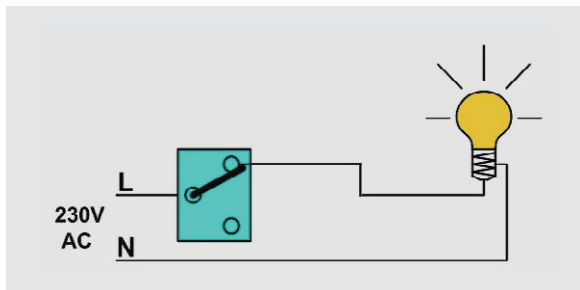
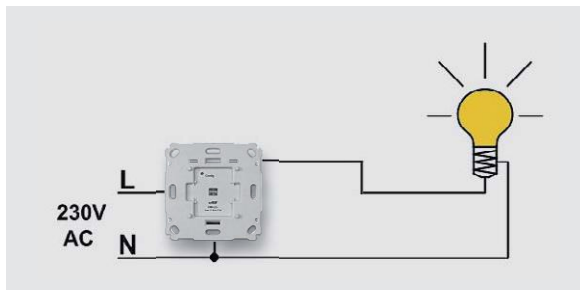

Bild 1: Einfache Ausschaltung
Bild 2: Ausschaltung mit Homematic Funk-Schaltaktor für Markenschalter
Lösung 1: Sofern in der Unterputzdose des vorhandenen Schalters ein Neutralleiter „N“ vorhanden ist (Bild 1), kann der Schalter einfach durch einen Funk-Schaltaktor für Markenschalter, Unterputz (❷) ersetzt werden (Bild 2). Bei dieser Lösung ist es weiterhin möglich, vor Ort einen Schaltvorgang durchzuführen – oder aber über die Homematic WebUI bzw. App.